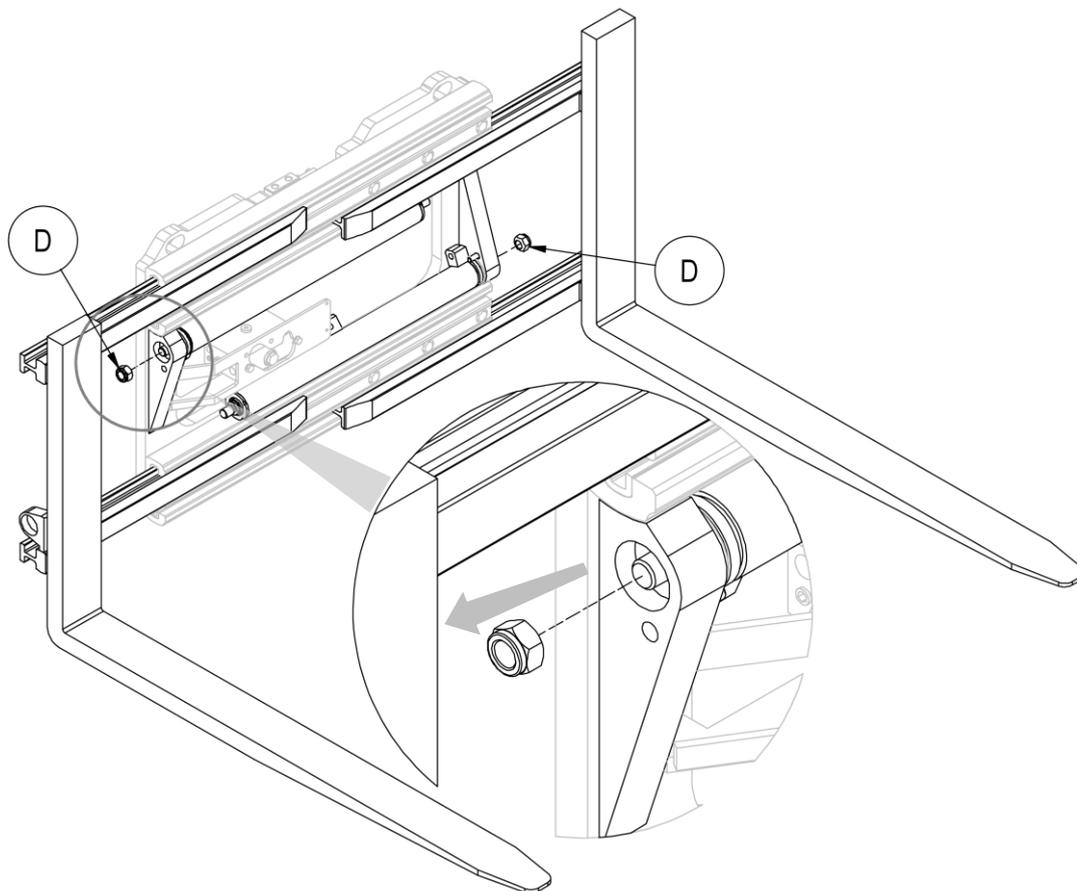

Figura 32
7. Rimuovere i dadi **D** che vincolano i cilindri alla struttura dell'attrezzatura e rimuovere i cilindri stessi, prestando attenzione a non danneggiarli (vedi *Figura 32*).